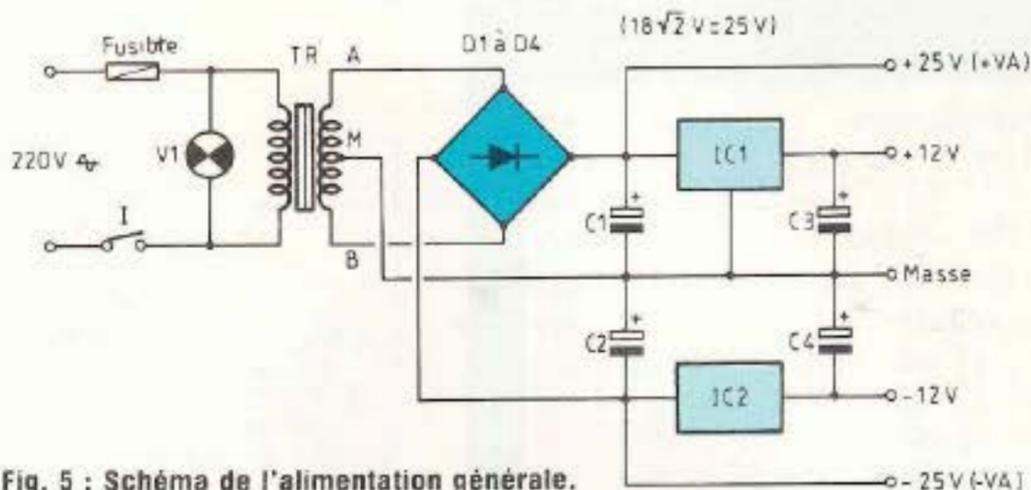

Fig. 5 : Schéma de l'alimentation générale.
- Pour le circuit de puissance, il nous faut $\pm 25 \text{ V} / 2 \text{ A}$. Le schéma correspondant est donné en figure 5. Un transformateur de $2 \times 18 \text{ V} / 2 \text{ A}$ attaque un pont de Graëtz formé par D1 à